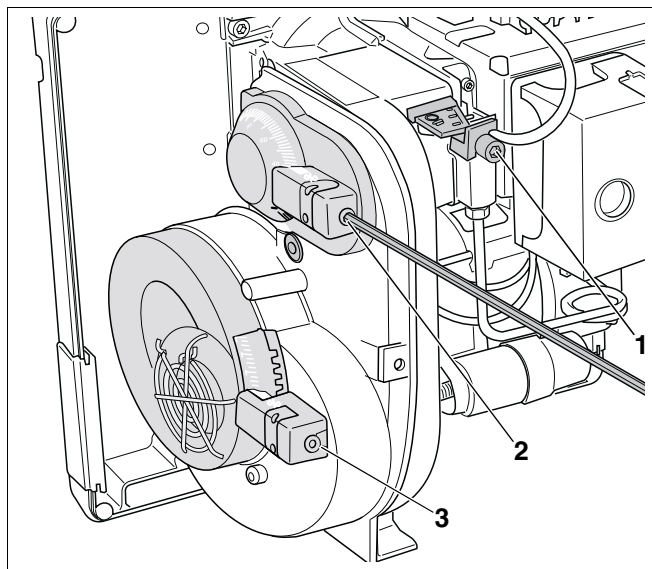

Fig. 13 Ajustar o volume do ar (ar de combustão)
Ajuste o volume do ar por meio do disco regulador do ar (Fig. 13, **Item 1**) e do regulador de ar (Fig. 13, **Item 2**), – caso necessário, também através da admissão de ar (Fig. 13, **Item 3**).
1. Ajustar o disco regulador do ar (Fig. 13, **Item 1**)
2. Ajustar o regulador de ar (Fig. 13, **Item 2**)
3. Ajustar a admissão de ar (Fig. 13, **Item 3**)